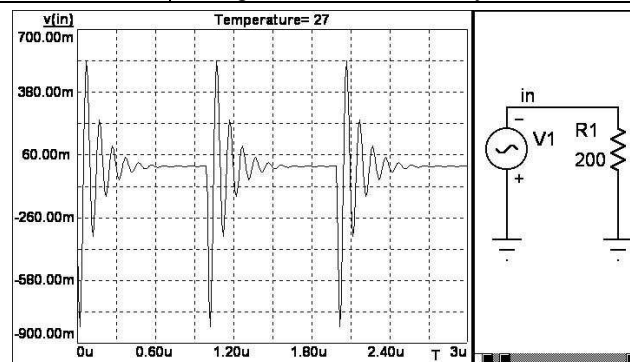

Рис. 1.1. Модулированный гармонический сигнал с временем затухания TAU=120.
**Программируемый источник** (импульсный) - двухполюсник, (см. Рис. 1.1) формирующий периодические или однократные импульсы напряжения с линейными или экспоненциально изменяющимися фронтами. Модель такого источника задается при вводе в окне настройки буквой V с указанием номера модели или полного имени. Модели и их параметры, задаваемые в Split Text, указаны ниже и в табл. 1.2.